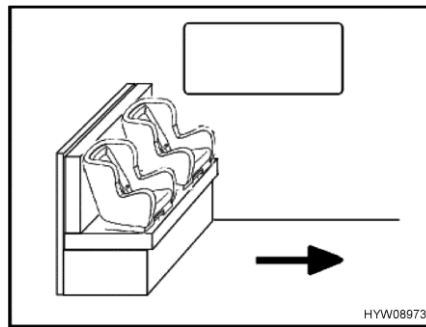
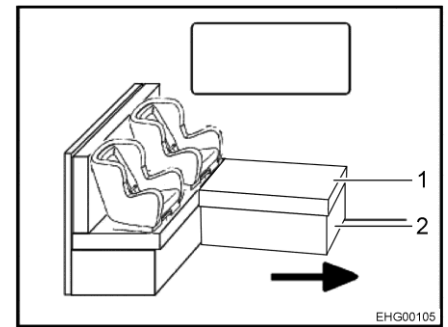

Fig. 21 Sièges pour enfants sur la banquette
Fig. 22 Siège pour enfant sur la banquette en L
La flèche dans les Fig. 21 et Fig. 22 indique le sens de marche.
- Retirer le coussin (Fig. 22,1) si nécessaire.
- Replier si nécessaire (Fig. 22,2) le cadre du coffre.